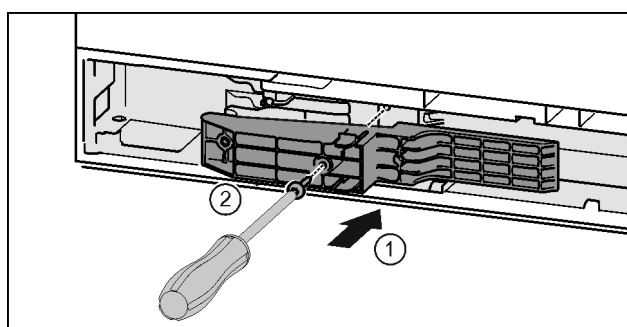

Fig. 43*
- ▶ Вставить деталь адаптера в отверстие на стороне ручки. Fig. 43 (1)
- ▶ Затянуть винты отверткой T15. Fig. 43 (2)